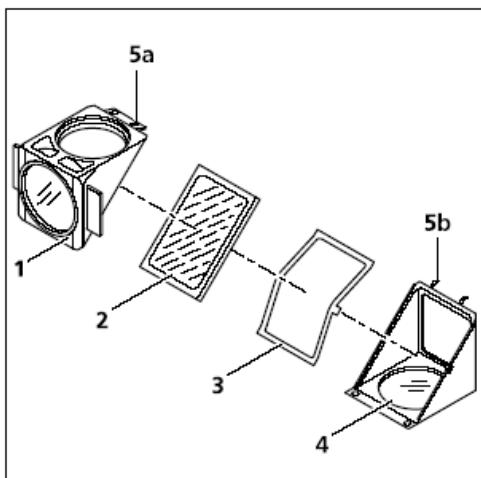

图3-45 更换分色片
- 现在倾斜位于顶端的激发部件（图3-45/1），将其从发射部件固定架（图3-45/5b）中取出发射部件（图3-45/4）。
- 从模块底部取下分光片（图3-45/2）和弹簧框（图3-45/3）。
- 移除旧分光片，装入新的分光片，小心地把分光片带有反射膜的一面朝向弹簧框（图3-45/3）。把这两个器件一起装进模块底部。确保弹簧框的侧面弹簧锁插入模块底部相应位置的凹槽。
- 把模块的激发部件（图3-45/1）安装于发射部件上（图3-45/4）——把固定架（图3-45/5b）和锁眼（图3-45/5a）锁合到一起。把两个部件装配到一起并旋转回安装位置。